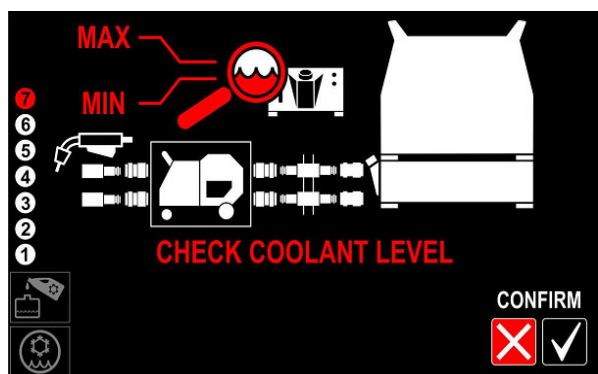

Рисунок 20
- Проверьте уровень охлаждающей жидкости и при необходимости долейте охлаждающую жидкость до уровня, находящегося между минимальным и максимальным значением, указанным на передней табличке **COOL ARC® 60** (Рис. 20 или 28).